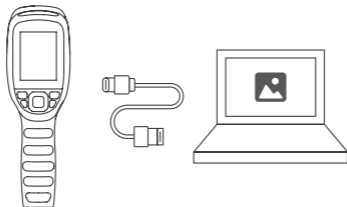

Figura 4.1.1
2. Conecte o TC005 a seu computador com o cabo USB fornecido (veja a Figura 4.1.1).